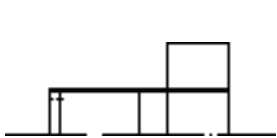

图 4-65 绘制轮廓线图
(2) 绘制中心线 将“中心线”层设置为当前图层。单击“绘图”工具栏中的“直线”按钮，绘制坐标点为(-5,0)、(@30,0)的中心线。
(3) 绘制初步轮廓线 将“粗实线”层设置为当前层。单击“绘图”工具栏中的“直线”按钮，绘制四条线段或连续线段，端点坐标分别为{(0,0)、(@0,5)、(@20,0)}{(20,0)、(@0,10)、(@-7,0)、(@0,-10)}{(10,0)、(@0,5)}{(1,0)、(@0,5)}。
(4) 绘制螺纹牙底线 将“细实线”层设置为当前层。单击“绘图”工具栏中的“直线”按钮，绘制线段，端点坐标为{(0,4)、(@10,0)}，打开线宽显示，绘制结果如图 4-65 所示。